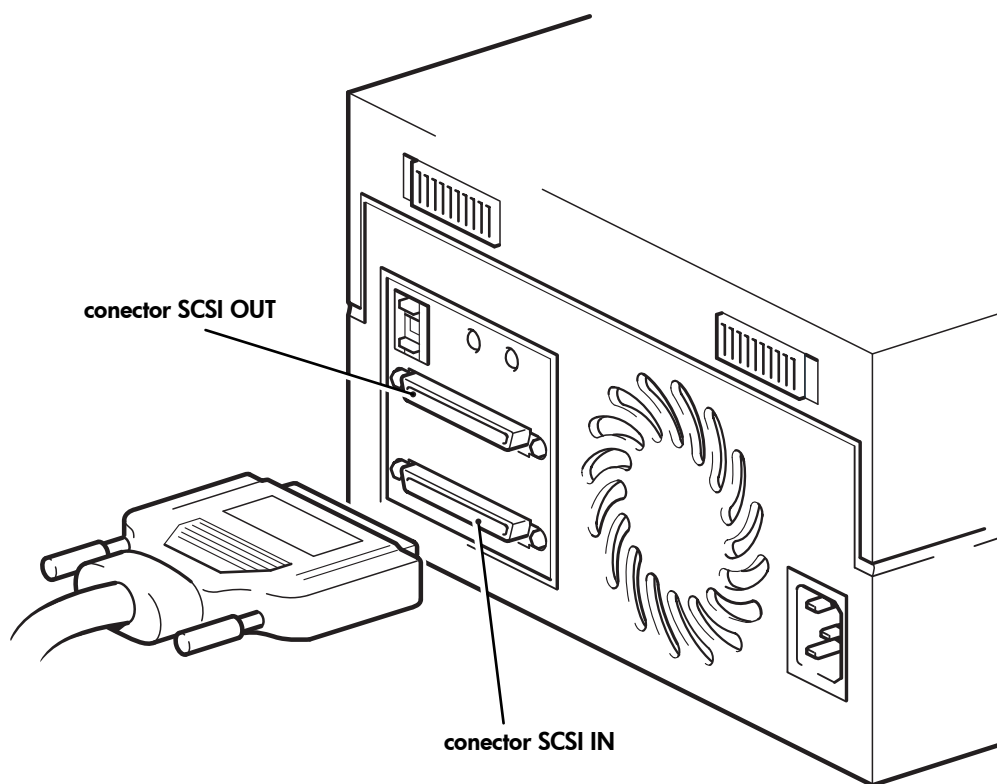

Figura 5: conexión del cable SCSI
- 4 Conecte la conexión de HD del cable SCSI al conector SCSI-IN del panel posterior de la unidad de cinta y fíjela apretando los tornillos. (Véase la Figura 5.) **No** conecte el cable al conector SCSI-OUT.